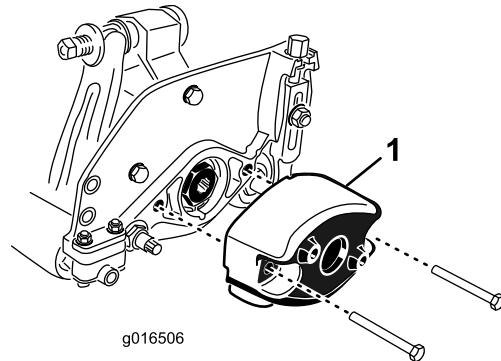

图 8
1. 拆下将配重块固定到滚刀组左端的 2 个螺栓。拆下配重块 图 8。
5. 在滚刀组右端的 O 形圈上涂抹一薄层润滑脂用之前拆下的螺栓安装配重块 图 8。上紧螺栓扭矩至 $1620\text{N}\cdot\text{m}$ 。